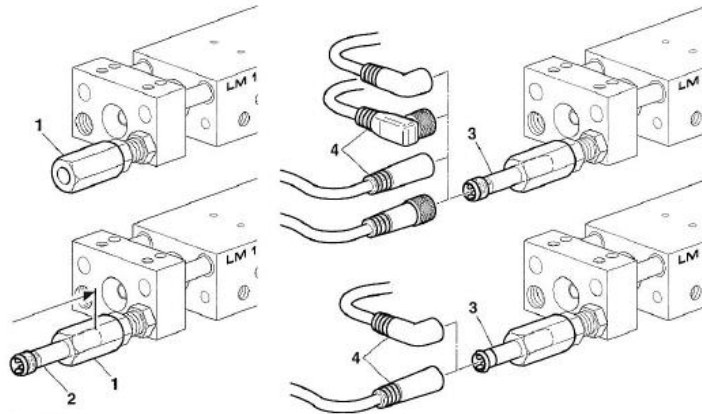

Abb. 12 Montage Initiator 6.5 mm
1. Initiatorhalter (Abb. 12, 1) auf Anschlagsschraube schrauben.
2. Initiator (Abb. 12, 2) bis zum Anschlag in den Initiatorhalter stecken.
3. Initiatorhalter (Abb. 12, 1) leicht festziehen.
4. Stecker (Abb. 12, 4) montieren.